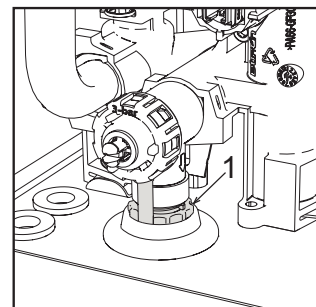

fig. 49 - Veiligheidsklep met aftapkraan
Om de installatie af te tappen, draait u de ringmoer (ref. 1 - fig. 49) tegen de wijzers van de klok in om de kraan te openen. Vermijd het gebruik van enig gereedschap en handel alleen met uw handen.